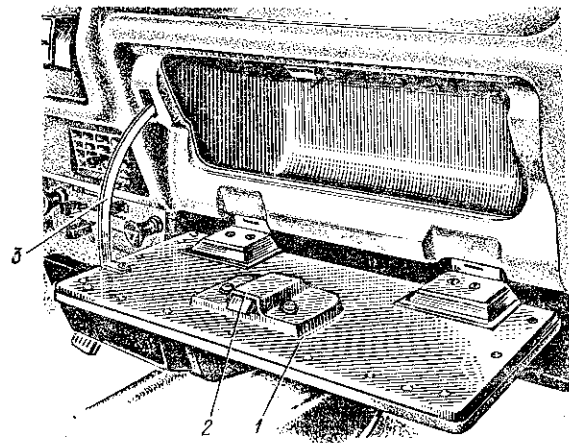

Рис. 30. Вещевой ящик:
**Вещевой ящик 7** с крышкой. Крышка 1 (рис. 30) снабжена запором 2; ручка управления запором находится снаружи панели крышки. В открытом положении крышка удерживается ограничителем 3. Для открывания крышки оттяните на себя нижний край ручки. Не нажимайте с большим усилием на крышку сверху, когда она открыта.